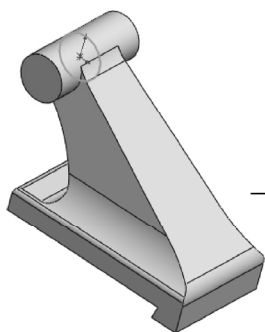

图 2-159 绘制同心圆并进行拉伸
STEP 4 在“前视基准面”中, 绘制一与实体边界相同半径、相同圆心的圆, 然后单击“特征”工具栏中的“拉伸凸台/基体”按钮, 以“两侧拉伸”86mm 的方式创建拉伸体, 如图 2-159 所示。